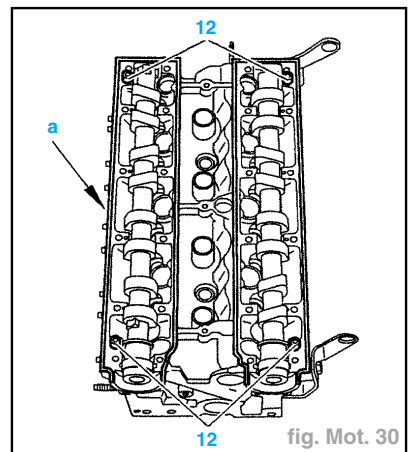

fig. Mot. 30
- Contrôler la présence des bagues de centrage (12) (fig. Mot. 30).